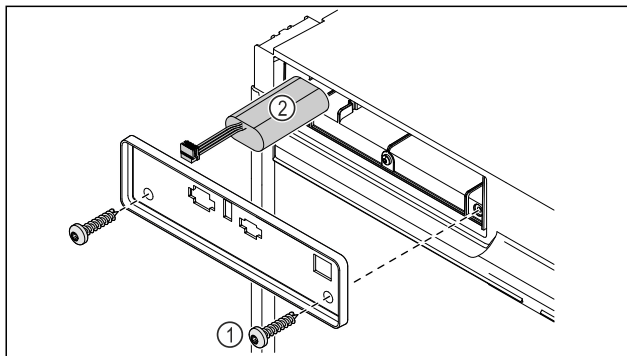

Fig. 189
- Csavarja ki a csavarokat, és távolítsa el a fedelet a készülék hátoldaláról Fig. 189 (1).
- Válassza le, és vegye ki az elemet Fig. 189 (2).